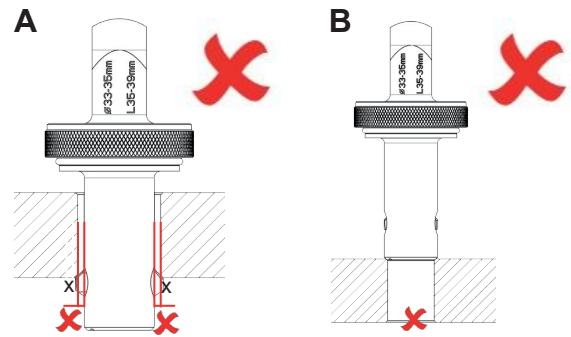

図9:
- ・ 穴が大きすぎる場合： PIP-RAPIDO／ポッチの接触面積が不足する(図9 - A 参照)。
- ・ 穴が小さすぎる場合： PIP-RAPIDOを取り付けることができない(図9 - B 参照)。